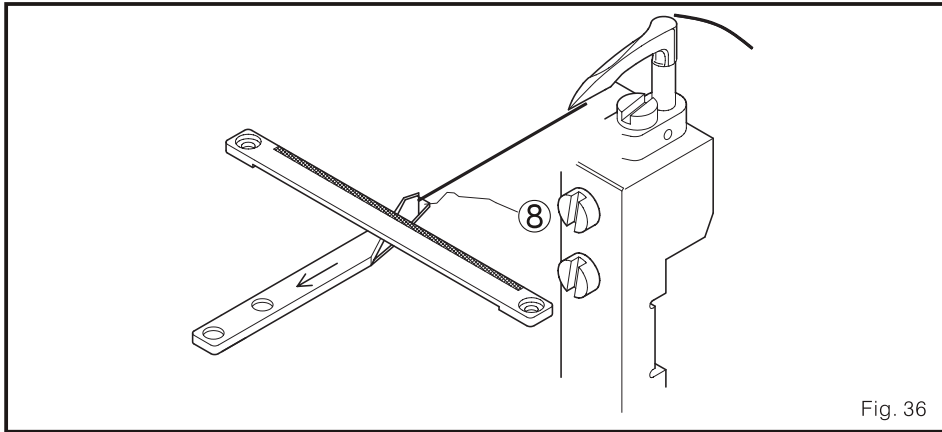

Fig. 36
5. Depois que o fio de a 2 e do bucleador são rebobinados, o fio do bucleador é cortada pela folha cortante móvel 8 para o seguinte ponto (Fig. 36)